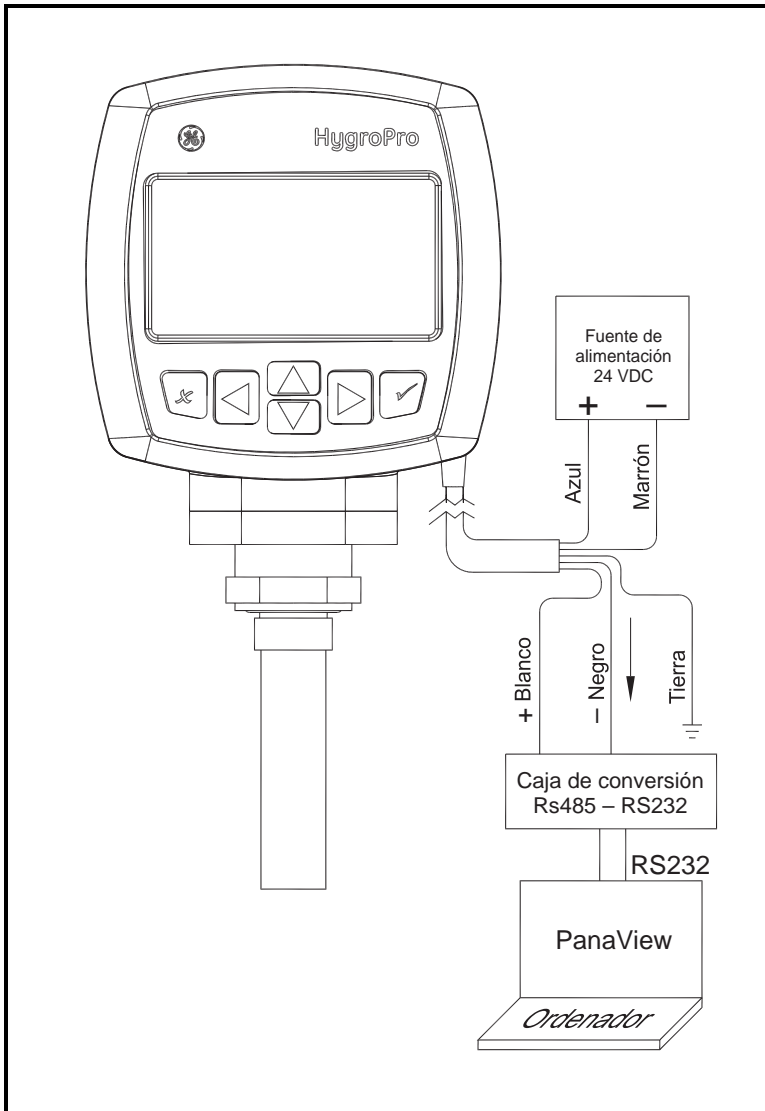

Figura 4: Conexiones de cableado para comunicaciones digitales
2. Con los conectores flotantes al otro extremo del cable del transmisor, conecte el transmisor a la fuente de alimentación y al ordenador como se muestra en la Figura 4 en la página 9. Refiérase a la Tabla 2 más abajo para una descripción de los conectores del cable proporcionado por la fábrica.